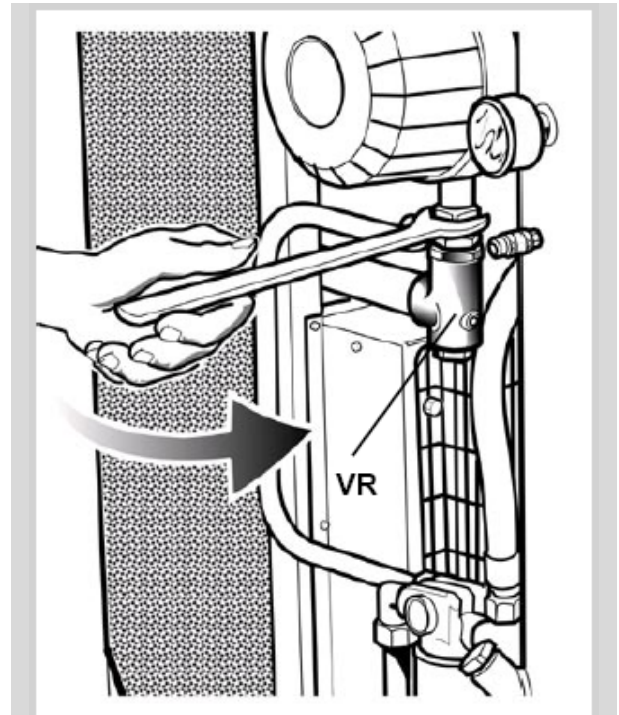

рис.40.
- Снять стальную трубку, соединяющую маслосепаратор и клапан минимального давления, ослабив концевые соединения (рис. 40, 41-а).